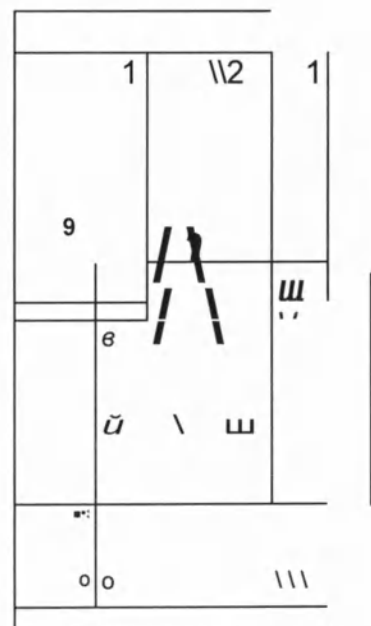

Рис. 8.
Рис. 8: Блок УФ ламп состоит из двух корпусов для ламп (2). В каждом из них по две УФ лампы (1). Корпуса установлены на боковых стенках и закрыты крышками из нержавеющей стали (3). Перекрестное излучение УФ ламп дезинфицирует все поверхности, так как теневая зона уменьшена. Длительность работы ламп УФ излучения задается заранее.